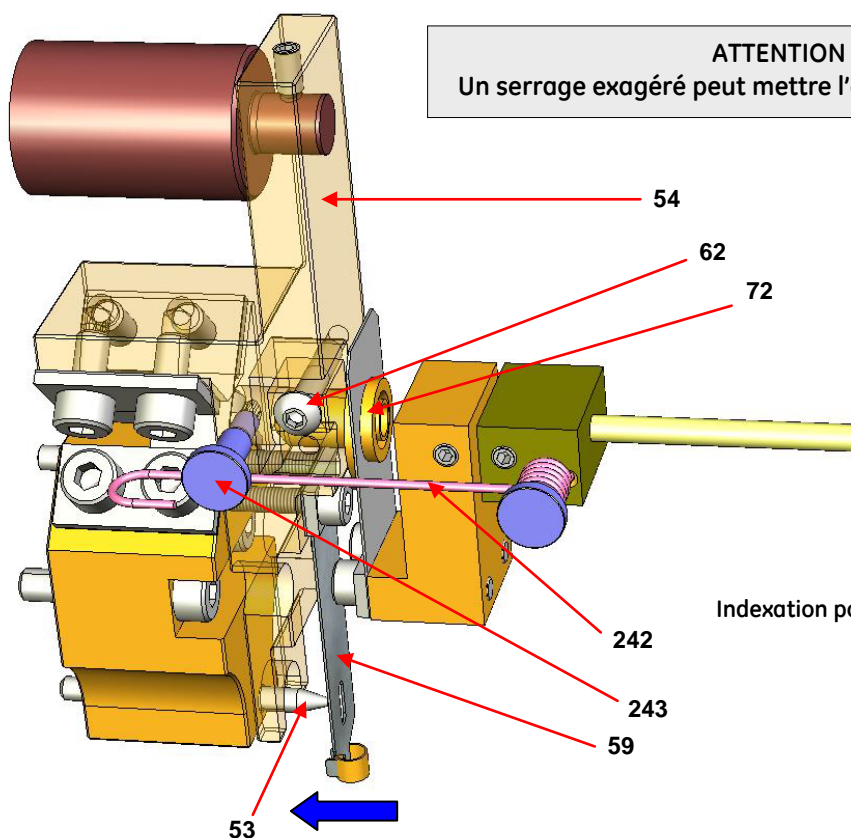

Figure 15
- d. Par l'orifice latéral de visite du mécanisme, s'assurer que la vis (62) de la noix d'accouplement du balancier (54) n'est pas serrée et que le ressort (242) est désengagé du pion de maintien (243). Par l'orifice 3/4" NPT situé sous le boîtier, vérifier avec le doigt sur la lamelle flexible (59) qu'il est possible de déplacer le balancier (54) de gauche à droite. La valeur indiquée sur l'afficheur doit varier en même temps. **Le pion (72) doit tourner dans la noix.**
- e. Observer le mécanisme par l'orifice latéral de visite et, avec le doigt passé par l'orifice inférieur, indexer le trou oblong de la lamelle flexible (59) sur la goupille spéciale (53) en cintrant la lamelle vers l'avant du boîtier (voir figure 15). La valeur lue sur l'afficheur doit être comprise entre -5 et +5 %.
- f. Tout en maintenant la lamelle flexible (59) dans cette position, serrer d'1/4 de tour à partir du point de contact la vis (62) de la noix d'accouplement au moyen d'une clé Allen de 2,5 mm.